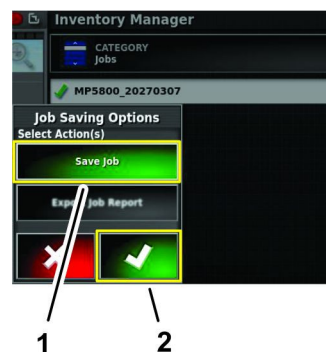

Bild 91
9. Tippen Sie im Dialogfenster Jobsicherungsoptionen auf das Symbol Job speichern und tippen Sie auf das Bestätigen-Symbol (Bild 91).